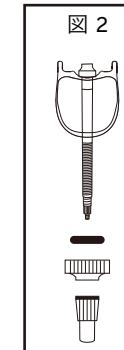
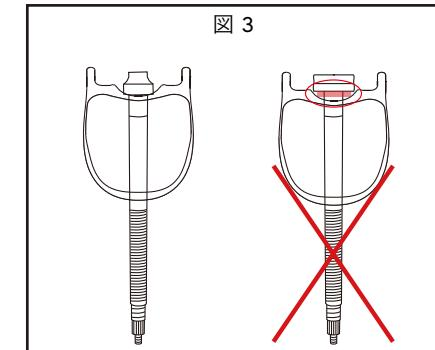

図 2
図 3
3. チューブレスバルブを取り付けます (図2及び図3を参照)。付属の O リングがロックリングとリムスペーサーの間に正しく配置されていることを確認します (図 2)。ロックリングの締め付けは工具を使用せず指の力で行ってください。